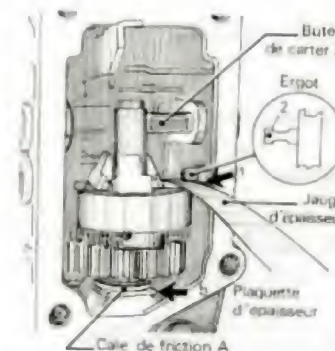

Fig. 40.
— Positionner le corps de pompe verticalement (fig. 40).
— Mettre le corps de pompe en position verticale et intercaler une jauge d'épaisseur entre le bloc tournant et l'ergot du carter de pompe (fig. 40).
- Pousser le levier de régulateur contre la butée Z du carter (fig. 40).